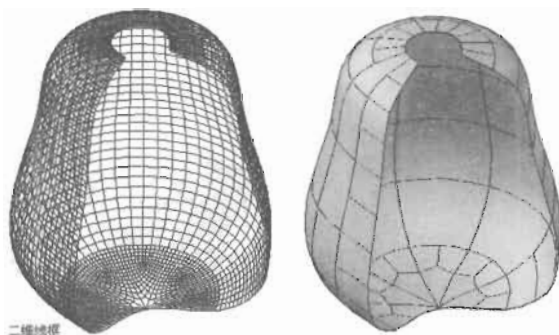

图 13-80
(4) 在命令行中输入 SMOOTHMESHCONVERT 系统变量, 将值设置为 1。
(5) 在命令行中输入 CONVOTOSURFACE 命令, 将对象转换为曲面, 结果如图 13-80 所示, 命令执行过程如下。